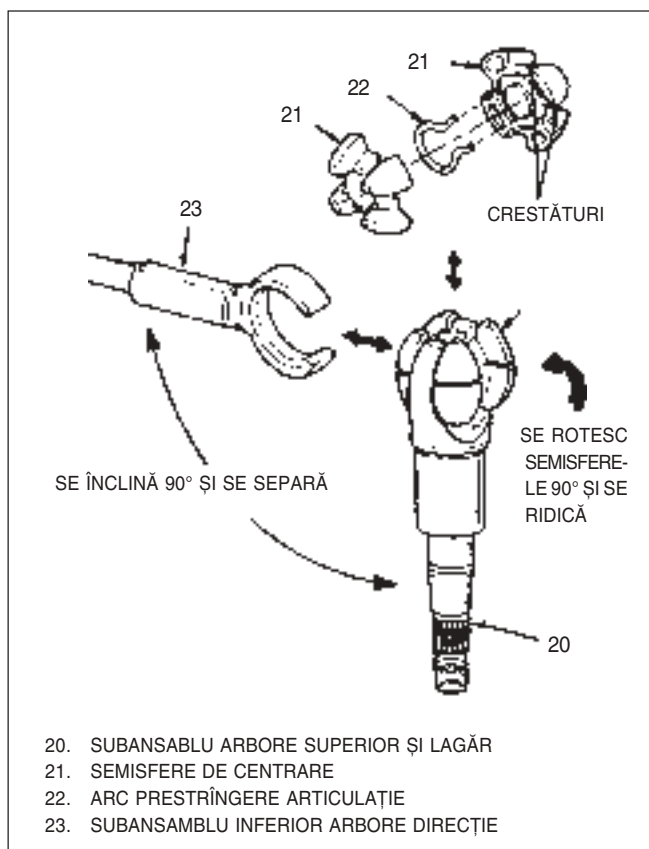

Fig. 15 Poziționare arbore de direcție și semisfere de centrare
### ❖ Se dezassemblează (Fig 15)
- Se poziționează arborele superior (20) la 90° față de arborele inferior (23) și se separă (Vezi Fig 15).
- Se rotesc semisferele de centrare (21) cu 90° și se demontează de la arborele superior (20).
- Se separă semisferele (21) și arcul de prestrângere (22) al articulației.
### ❖ Se assemblează (Fig 15 și 16)
- Se unge cele două semisfere (21) și arcul de prestrângere (22) cu vaselină pe bază de litiu.
- Arcul (22) între semisferele (21) cu capetele (arcului) între creștături (Vezi Fig 15).
- Se unge capătul sferic al arborelui superior (20) cu vaselină pe bază de litiu.
- Semisferele (21) în arborele superior (20) și se rotesc semisferele cu 90°.
- Se unge capătul sferic al arborelui superior (23) cu
- 5) Se poziționează arborele superior (20) la 90° față de arborele inferior (23) (Fig 15).
- Arborele superior (20) la arbore inferior (23) și se strânge.